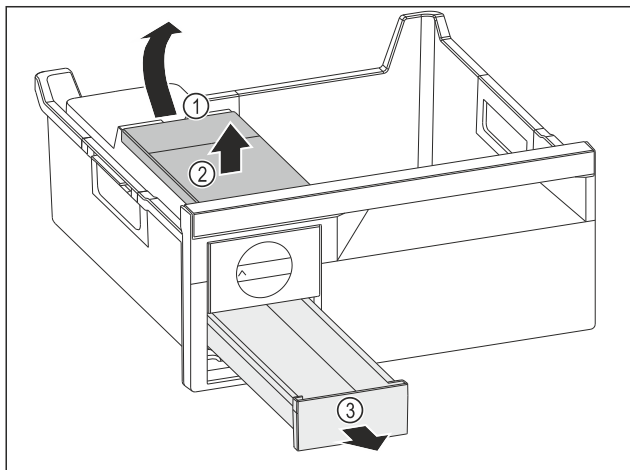

Fig. 88
- ▶ Wyjmowanie zbiornika wody: Zbiornik wody unieść za wycięcia Fig. 88 (1).
- ▶ Wyjąć zbiornik wody Fig. 88 (2) do góry.
- ▶ Wyjąć szufladę na kostki lodu Fig. 88 (3) do przodu.